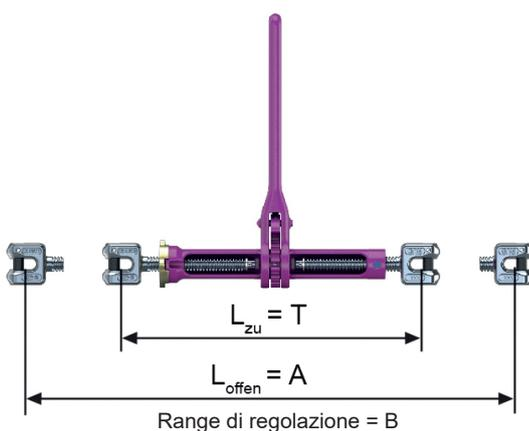

Fig. 8: Dimensioni del tenditore ICE-CURT-GAKO
Quando utilizzato con catene di ancoraggio, il tenditore ICE-CURT-(K)-GAKO deve essere posizionato nella condizione aperta (A), Fig. 8.